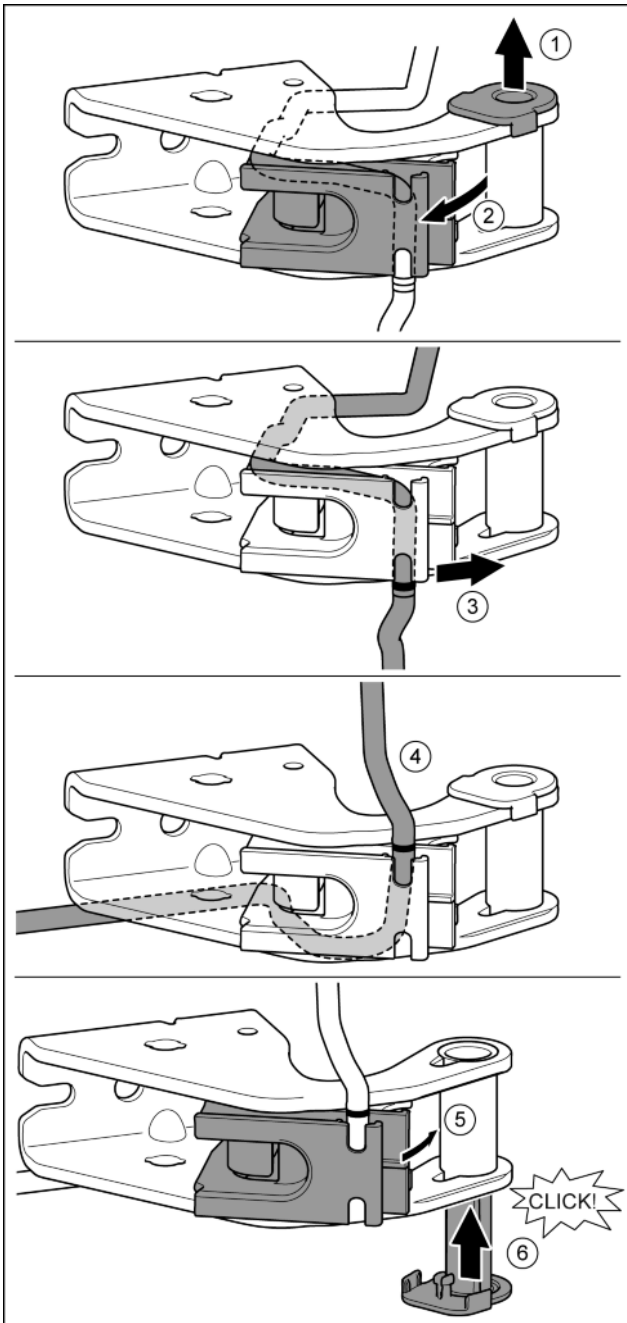

Fig. 26
- ▶ Lagerbuchse aus Führung ziehen. Fig. 26 (1)
- ▶ Kabelhalterung ausschwenken. Fig. 26 (2)
- ▶ Kabel aus der Führung lösen. Fig. 26 (3)
- ▶ Kabel spiegelverkehrt einsetzen. Fig. 26 (4)
- ▶ Kabelhalterung einschwenken. Fig. 26 (5)
- ▶ Lagerbuchse von der anderen Seite einsetzen und einrasten. Fig. 26 (6)